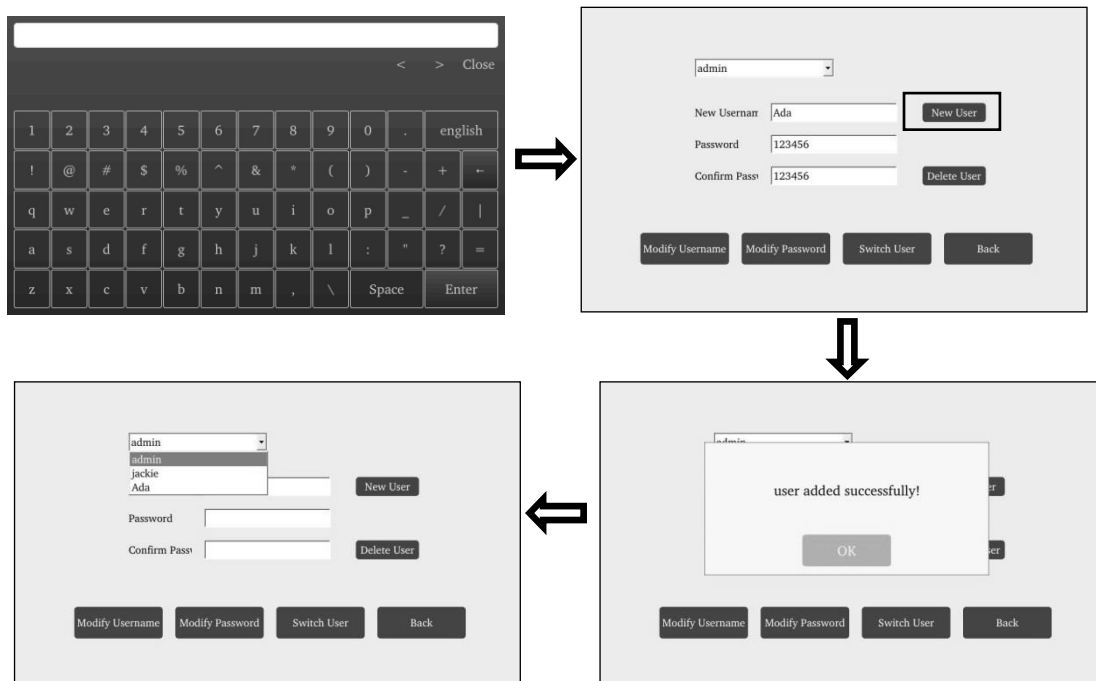

Fig. 27
- iii. **Incluir novos usuários:** Apenas o administrador pode incluir novos usuários. Preencha o nome de usuário, a senha e confirme a senha na caixa atribuída. Clique em “Novo usuário” para gravar. (Consulte a Fig. 27)